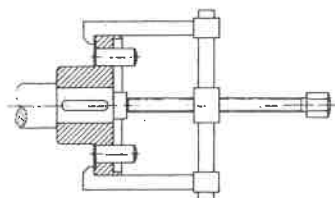

Figura 12
- Allentare il dado esagonale (902.32) (non presente in tutte le dimensioni di pompa) e togliere il coperchio del corpo (161) dalla lanterna della staffa di supporto (344).
- Sfilare il giunto per mezzo di tira-giunti (Figura 12). Estrarre la chiavetta (940.52).